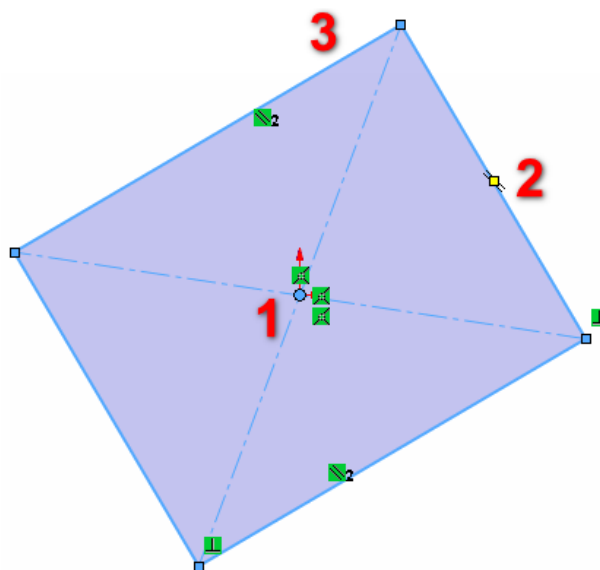

Рисунок 21 – Прямоугольник через 3 точки из центра
Данный прямоугольник также строится с помощью трех точек. Ставим первую точку в начале координат (1), она определит центр прямоугольника, следующая точка (2) определяет длину прямоугольник и направление, третья точка определяет его ширину (3), рисунок 21.